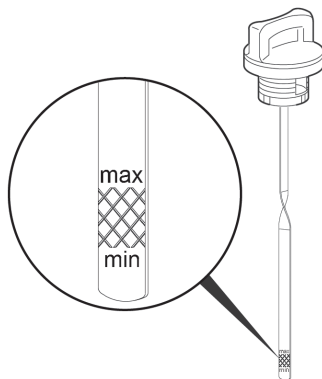

Рис. 18 Уровень масла в картере двигателя
8. Установите крышку-щуп в отверстие маслозаливной горловины, не закручивая ее. Аккуратно вытащите щуп и осмотрите его. Уровень масла должен соответствовать верхней отметке «max» на щупе (Рис. 18).